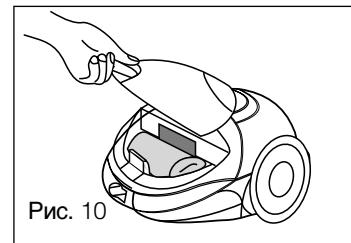
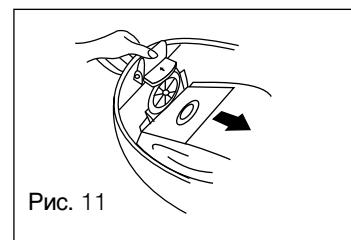

Рис. 10
Рис. 11
Для замены пакета нажать кнопку открытия отсека для сбора пыли (O), затем поднять крышку (Рис. 10). Осторожно вынуть пакет, нажимая на крепежный рычажок и одновременно толкая пакет назад. Пакет должен легко выйти из крепления (Рис. 11).